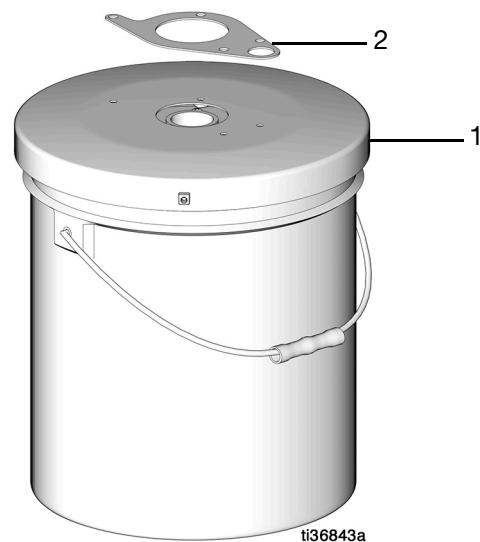

Рис. 7
7. Установите прокладку (2) по центру крышки бочки (1) и совместите отверстия (Рис. 7).